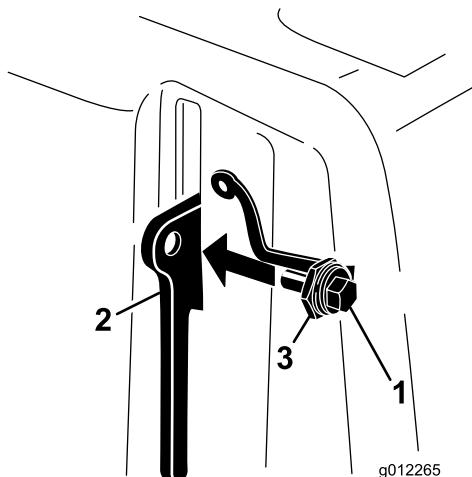

Bild 18
3. Schrauben Sie die Schraube in die Hebelklinke (**Bild 18**).